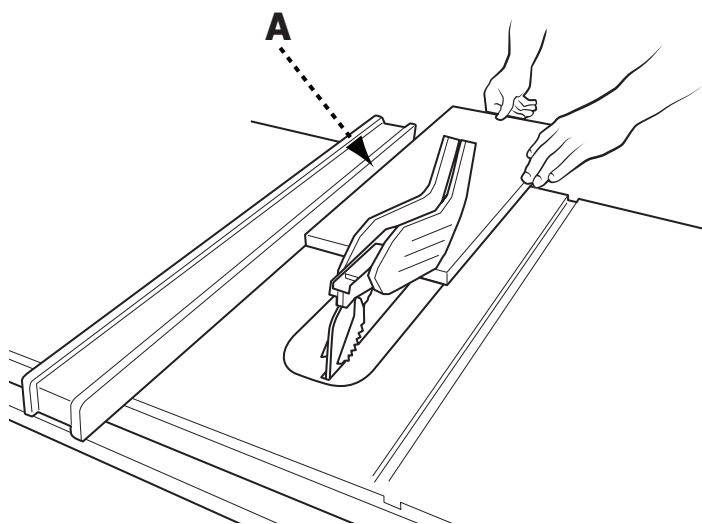

FIGURA 23
8. Sujete la pieza de trabajo horizontalmente sobre la mesa y contra la guía (A). La pieza de trabajo debe tener un borde recto contra la guía y no debe estar deforme, torcida ni doblada. Puede observar la posición correcta de las manos en la (FIGURA 23).